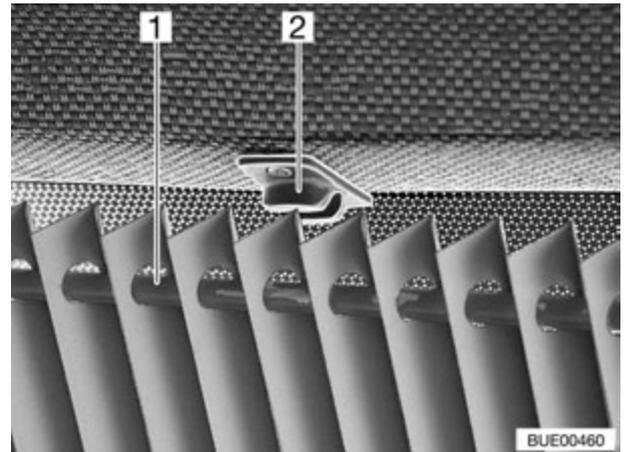

Fig. 43 Dispositif occultant plissé pour le pare-brise (variante 1)
- Sortir la glissière (Fig. 43,1) pour le dispositif occultant plissé du pare-brise de son support (Fig. 43,2) au-dessus du pare-brise en la tirant.
- Lorsque le dispositif occultant plissé du pare-brise est ouvert, pousser la glissière (Fig. 43,1) dans le support (Fig. 43,2).